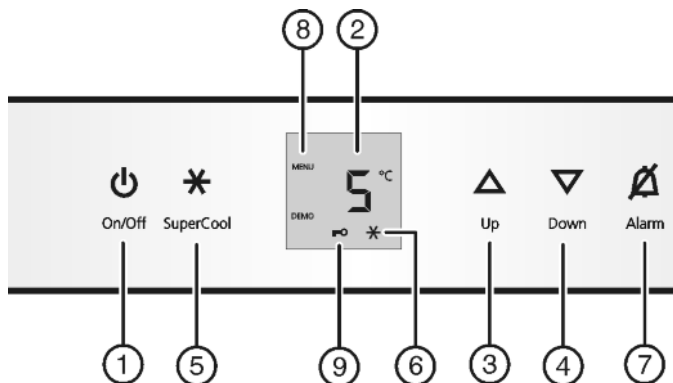

Fig. 2
- ▶ nacisnąć przycisk On/Off Fig. 2 (1).
- ▶ Aktywacja trybu regulacji: Nacisnąć i przytrzymać przycisk SuperCool Fig. 2 (5) przez ok. 5 s.
- ▶ W celu włączenia zabezpieczenia przed dziećmi krótko nacisnąć przycisk SuperCool Fig. 2 (5).
- ▶ W celu wyłączenia zabezpieczenia przed dziećmi krótko nacisnąć przycisk SuperCool Fig. 2 (5).
- ▷ Świeci symbol zabezpieczenia przed dziećmi Fig. 2 (9). Na wskaźniku miga c.
- ▷ Symbol zabezpieczenia przed dziećmi Fig. 2 (9) gaśnie. Na wskaźniku miga c.
- ▶ Dezaktywacja trybu regulacji: nacisnąć przycisk On/Off Fig. 2 (1).
- ▶ Nacisnąć przycisk Alarm Fig. 2 (7).
- ▶ Ustawianie wyższej temperatury: nacisnąć przycisk ustawiania Up Fig. 2 (3).
- ▶ Ustawianie niższej temperatury: nacisnąć przycisk ustawiania Down Fig. 2 (4).
- ▶ krótko nacisnąć przycisk SuperCool Fig. 2 (5).
- ▷ Na wskaźniku świeci symbol SuperCool Fig. 2 (6).
- ▷ Na wskaźniku gaśnie symbol SuperCool Fig. 2 (6).